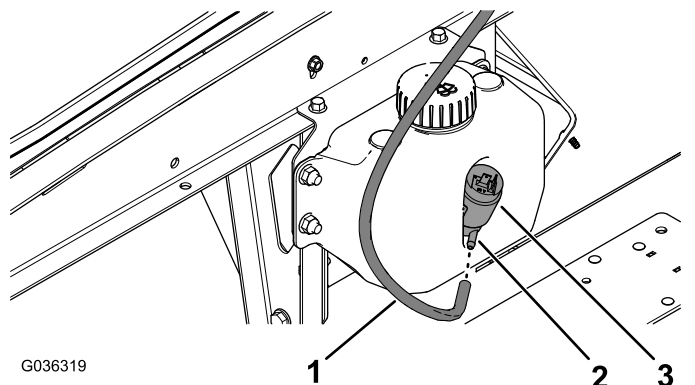

Figura 8
1. Nel serbatoio del detergente, allineate l'estremità del flessibile al raccordo dentellato nella pompa di lavaggio (Figura 8).
2. Spingete il flessibile sul raccordo, fino a quando non è completamente in sede sul raccordo stesso (Figura 8).